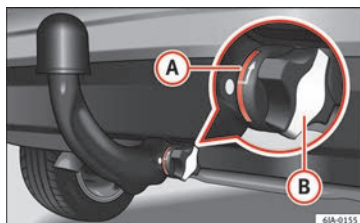

Fig. 200 Fixação correta da barra de cabeça esférica.
- A marca vermelha (A) »» Fig. 200 na roda manual indica a marca branca na barra de cabeça esférica.
- A tampa (B) foi colocada na fechadura da roda manual.